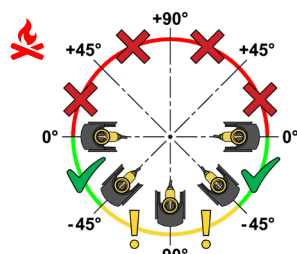

Fig.6
- **Modelli con portata nominale fino a 2,5 m³/h:** il sensore di flusso può essere orientato con inclinazioni comprese fra 0° e -90°. In particolare, l'orientamento con angolo compreso fra -45° e -90° è consentito nel caso in cui si sia verificata l'assenza di impurità e sporco all'interno del fluido termovettore (Fig.6);